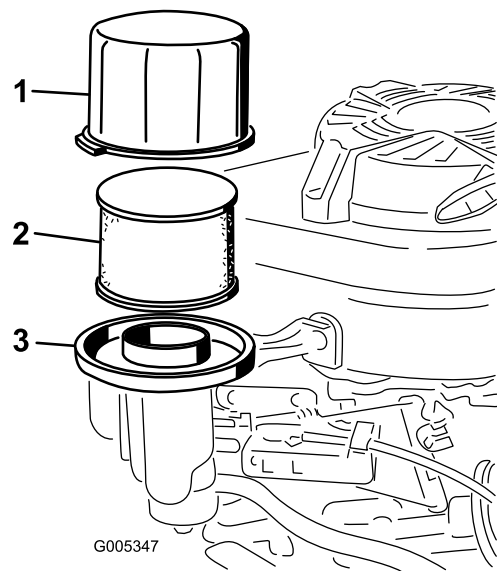

Figura 23
3. Retire la tapa y límpiela a fondo (Figura 23).
4. Retire el prefiltro de gomaespuma y el filtro de aire de papel de la base del filtro de aire (Figura 23).